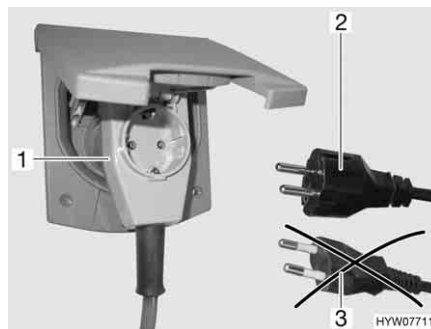

Fig. 104 Collegamento ad un connettore ad angolo provvisto di presa
- Se si impiega un connettore ad angolo CEE 17 provvisto di una presa integrata sulla parte posteriore (Fig. 104,1), utilizzare esclusivamente una spina IP 44 gommata e sigillata con contatto di terra (Fig. 104,2). Non utilizzare spine senza contatto di terra (Fig. 104,3). Pericolo di scarica elettrica!